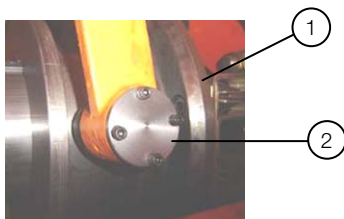

Figura 7.15: Posicionamiento del buje y rodillos.
**Leyenda de la Figura 7.15:**